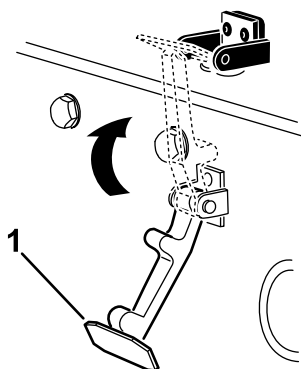

Figura 34
- Enganche a trava ao suporte do fecho do capô (Figura 34).